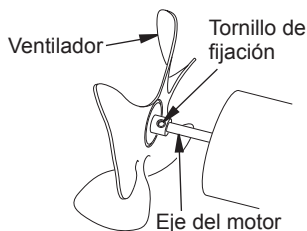

Figura 6 - Ubicación del ventilador, del eje del motor y del tornillo de fijación
4. Vuelva a colocar el ventilador en el eje del motor. Asegúrese de que el tornillo de fijación esté tocando la parte posterior de la superficie plana del eje del motor (consulte la figura 6).